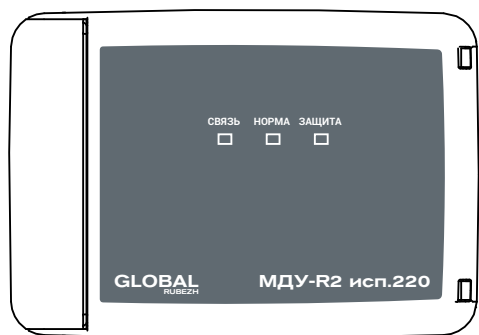

Рисунок 1
- 5.1 Модуль конструктивно выполнен в пластмассовом корпусе. Корпус состоит из двух частей – основания и крышки. Крышка (рисунок 1) имеет окна для индикаторов СВЯЗЬ, НОРМА, ЗАЩИТА, расположенных на плате. Крышка откидная, фиксируется на основании с помощью двух замков.